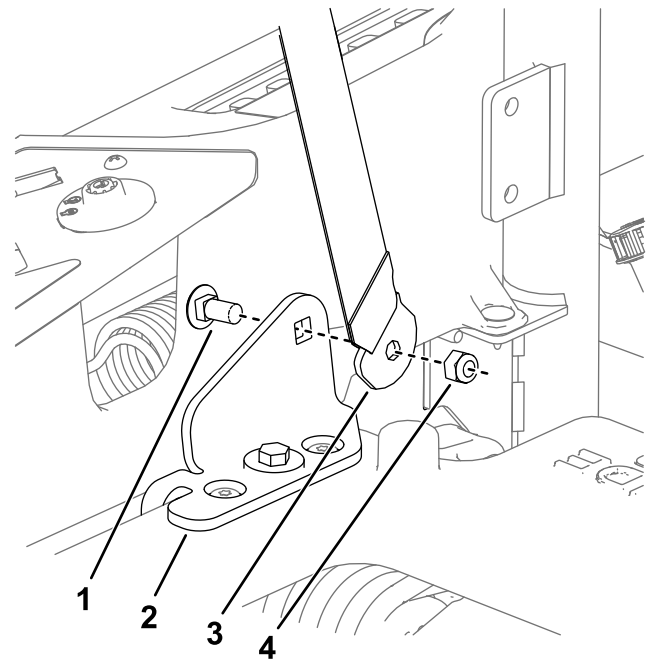

Figura 8
4. Instale a fivela e garfo do cinto de segurança no interior dos suportes do cinto de segurança com dois parafusos de carroçaria (7/16 x 1 pol.) e duas porcas de bloqueio (7/16 pol.), como se mostra na Figura 8.